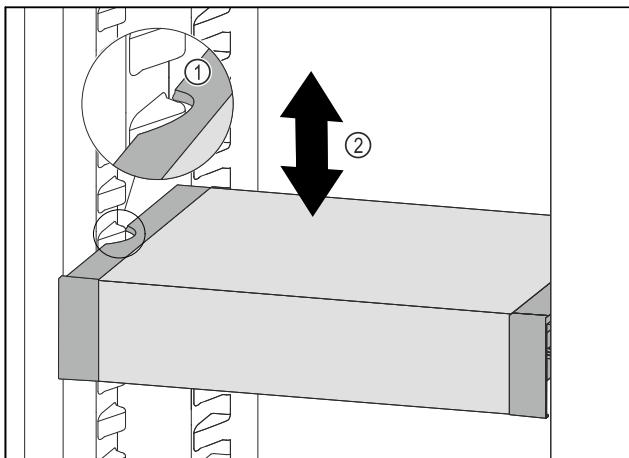

Fig. 84
- Тяните VarioSafe вперед, пока боковые выемки VarioSafe не окажутся на высоте выступа резервуара в холодильном отделении. Fig. 84 (1)
- Двигайте VarioSafe в холодильном отделении вверх или вниз, пока не будет достигнута требуемая высота. Fig. 84 (2)